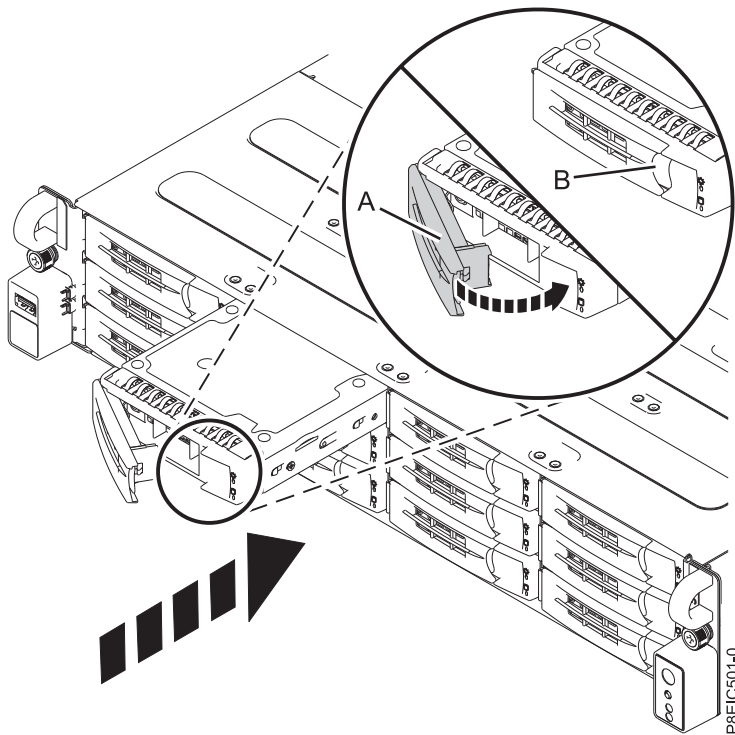

Figura 61. Bloqueo del asa de la bandeja de unidad
3. Aguante la unidad por la parte inferior cuando coloca la bandeja de la unidad. Deslice la bandeja de la unidad por todo el recorrido hasta el sistema. Empuje la bandeja de la unidad hasta que el asa de la bandeja de unidad (A) se empiece a cerrar y, después, empuje el asa hasta que se cierre, tal como se indica en Figura 61.